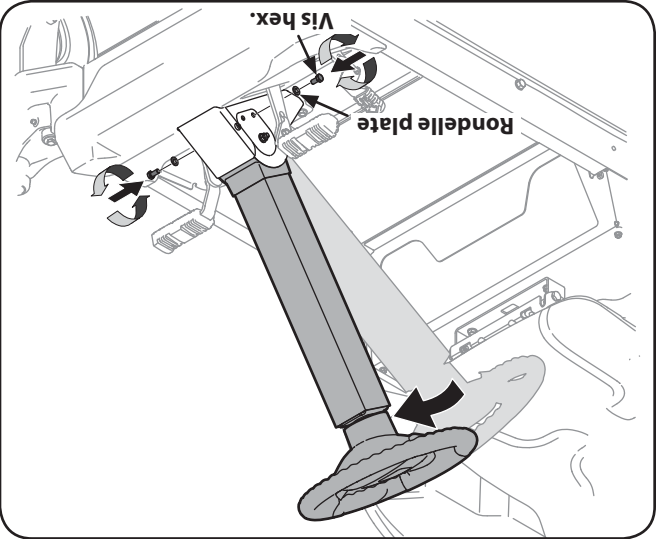

Figure 3-2
7. Placez la colonne du volant de direction à l'une des deux positions et maintenez-la en place avec les vis hex. et les rondelles plates emballées séparément. Voir la Figure 3-2.
3. Placez la rondelle plate et rondelle Belleville sur l'arbre de direction. Maintenez-les avec une vis hex. Voir la Figure 3-2.